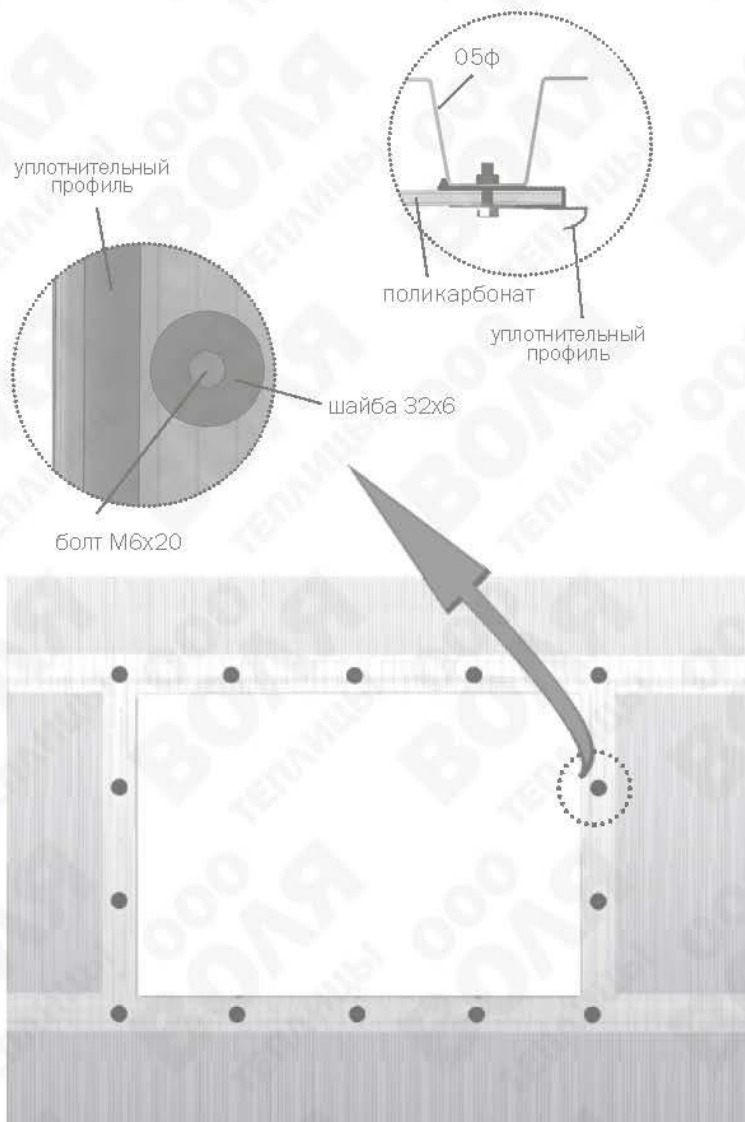

Рис.4
4. Просверлить по 5 отверстий Ø7 по оси каждого прогона. Установить уплотнитель по краям поликарбоната. Закрепить края поликарбоната по контуру проема болтами M6x20 с шайбой 32x6 (рис.4).